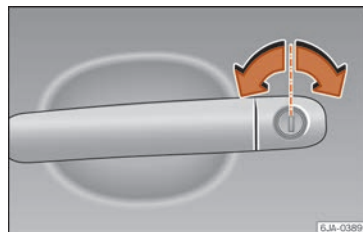

Fig. 4 Maneta de la porta del conductor amb bombí de tancament.
- Introduïu l'espasi al bombí de tancament i desbloquegeu o bloquegeu el vehicle »» fig. 4.